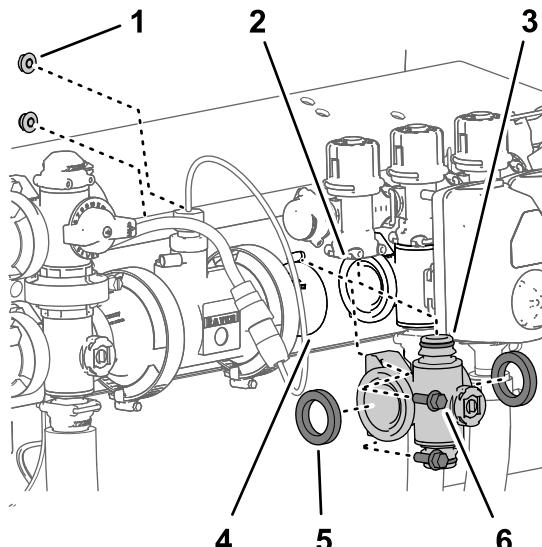
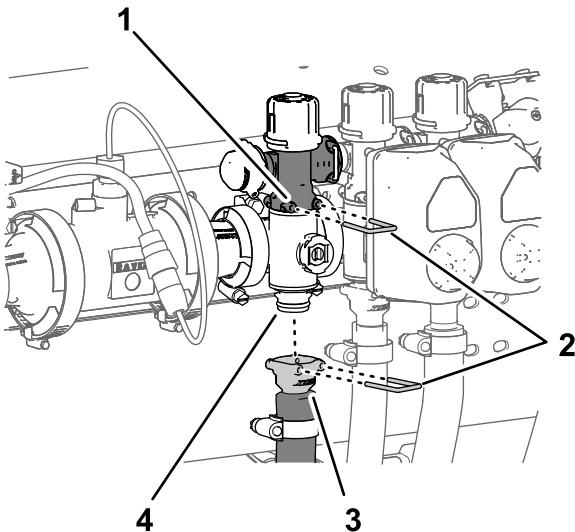

図 132
図 133
1. ステップ 個別ブームマニホールドバルブの取り外し(ページ82)で外したガスケット2枚を、ブームバルブマニホールドのフランジに合わせる図132。
2. ブームバルブマニホールドを、もう1つのブームバルブまたはカップリングアダプタの各フランジの間にに入る図132。
3. ブームバルブマニホールドのクイックコネクトフィッティングを、ブームバイパスバルブのクイックディスコネクトソケットに組み付けて、クイックコネクトピンで固定する図132と図133。
5. 左右のブームバルブマニホールドを、バルブサポートに組み付ける図 132 **個別ブームマニホールドバルブの取り外し (ページ 82)**で取り外したフランジヘッドボルト $\frac{1}{4} \times \frac{3}{4}$ " 2本とフランジロックナット $\frac{1}{4}"$ 2個を使用する。
8. ブームホースのクイックコネクトカップラブークムバルブマニホールドのクイックコネクトフィッティングに組み付けて、クイックコネクトピンで固定する図 133。